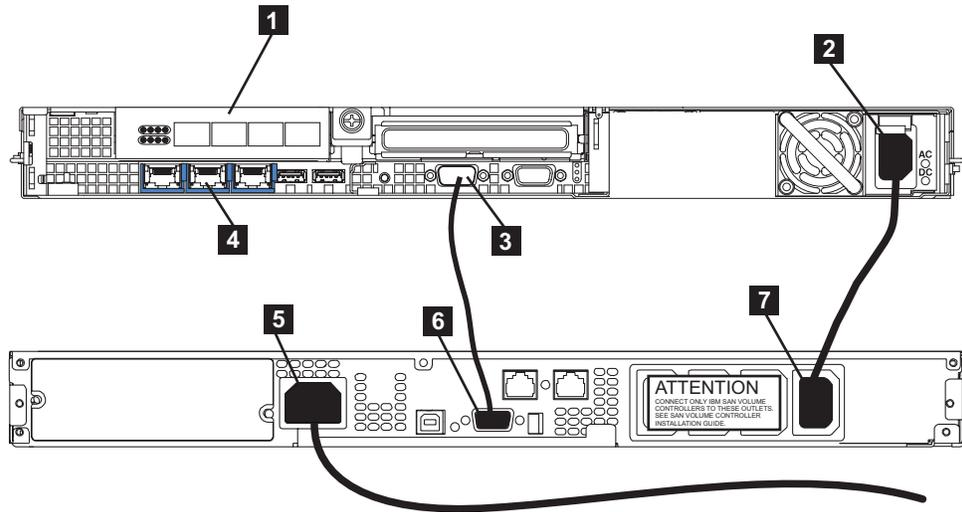

図 44. SAN ボリューム・コントローラー 2145-8G4 の電源ケーブルを 2145 UPS-1U に接続します。
1. SAN ボリューム・コントローラー 2145-8F2、SAN ボリューム・コントローラー 2145-8F4、または SAN ボリューム・コントローラー 2145-8G4 の背面で、電源/シリアル複合ケーブルを電源コネクター **2** に差し込みます。図 44 を参照してください。